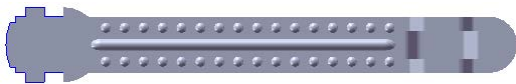

图 15.3.40 薄片 1
Step10. 创建图 15.3.40 所示的钣金特征——薄片 1。
(1) 选择命令。选择下拉菜单 **插入(I)** → **钣金(H)** → **基体法兰(A)...** 命令 (或单击“钣金”工具栏上的“基体法兰/薄片”按钮 )。